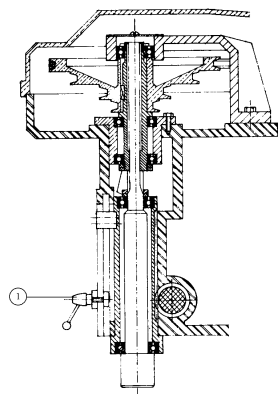

FIG.1
3.1 REGLAGE DE LA BUTEE DE PROFONDEUR (FIG.1)
Pour arrêter le perçage à la profondeur désirée, desserrer la poignée (1) figure 1 et amener le vernier à la position indiquant la profondeur souhaitée sur la règle millimétrée ; bloquer la poignée et procéder au perçage.